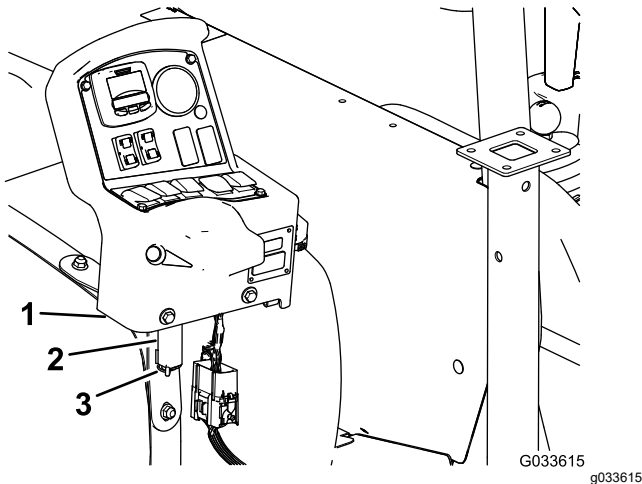

Figure 134
7. Déposez la console de son support sur la planche de bord de la machine et alignez l'axe de pivotement de la console et le support de rangement au niveau de la sangle avant de la cuve (Figure 134) ; voir Montage de la console de commande sur la machine \(page 20\).
8. Fixez la console au support et fixez l'axe de pivot au support avec la goupille fendue (Figure 134).